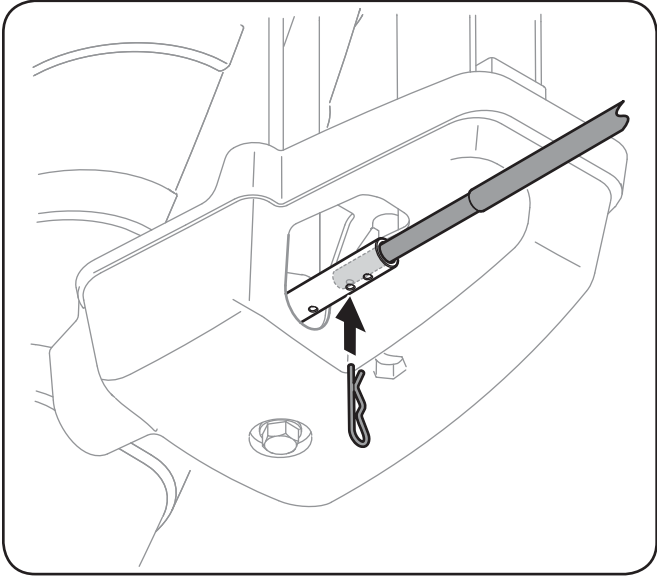

Figure 3-8
6. Pousssez la tige de commande de la goulotte vers le panneau de bord jusqu'à ce que le trou de la tige soit aligné avec le trou du milieu sur l'entrée de la commande, puis insérez la goupille fendue. Voir la Figure 3-8.